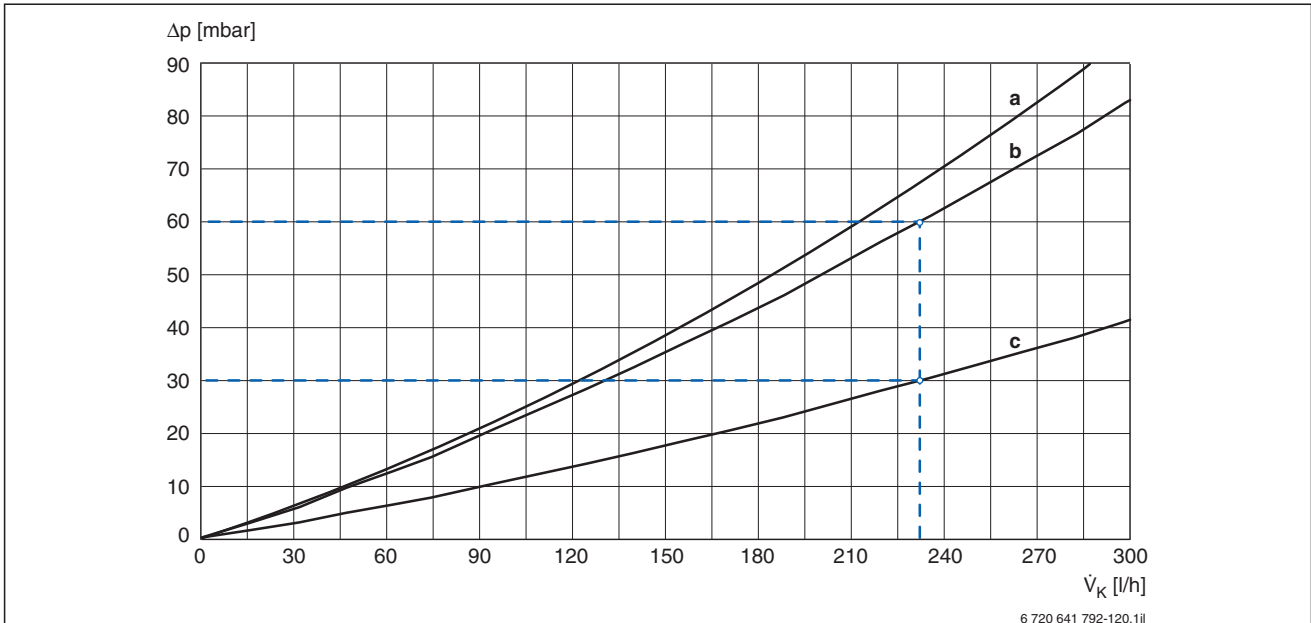

Bild 166 Druckverlust der Vakuumröhrenkollektoren Logasol SKR6, SKR12 und SKR21
- Aus Diagramm in Bild 166 ablesen: